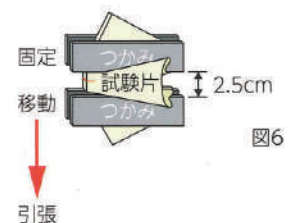

図6
- B. 試験概要** サンプルングした試験片を図6に示す通り引張試験機のつかみに取付け、下記の条件で引裂試験を行い、引き裂く時に示す最大強さ[kgf(N)]を測定し、3回の平均値で表す。